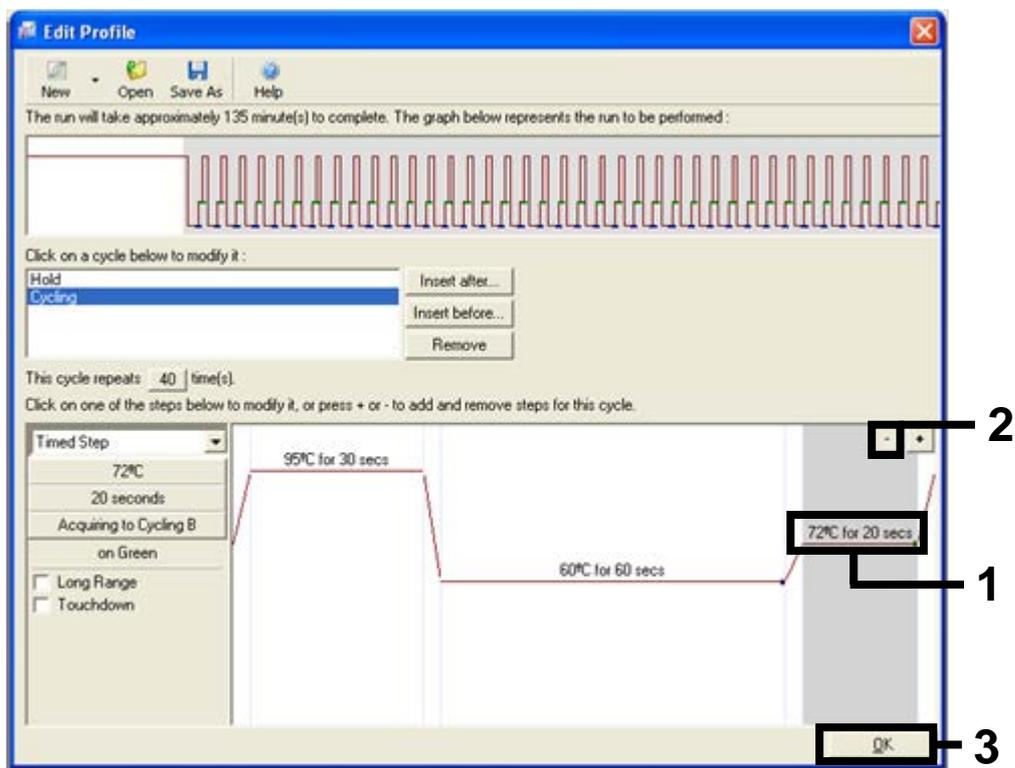

Figura 29. Rimozione del passaggio di estensione. 1 = terzo passaggio; 2 = pulsante di eliminazione; 3 = pulsante "OK".
11. Evidenziare il terzo passaggio e cancellare facendo clic sul pulsante "-". Fare clic su "OK" (Figura 29).